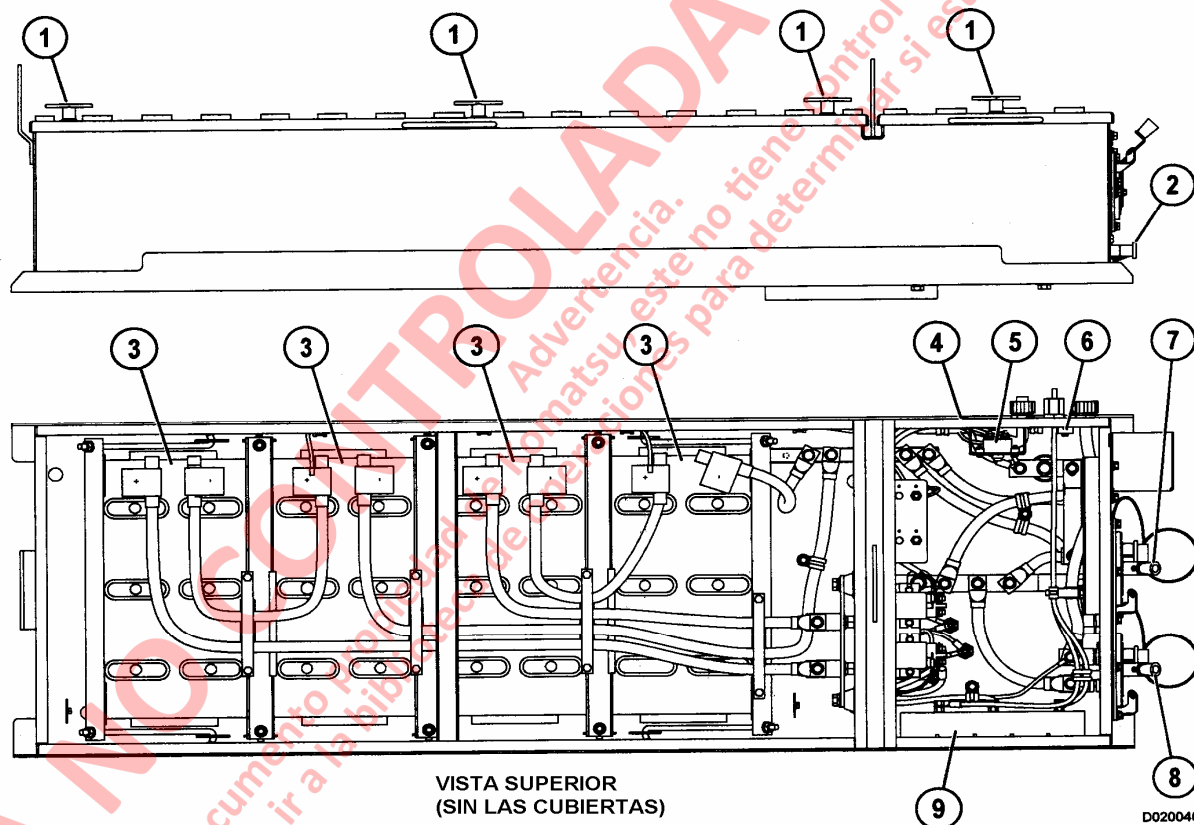

FIGURA 2-1. CAJA DE BATERIAS Y CAJA DE CONTROL DE LAS BATERIAS
Cuatro baterías tipo 8D (3, Figura 2-1) para el circuito de arranque del motor se encuentran ubicadas en la caja de baterías en el centro de la plataforma delantera. Para acceder a las baterías, abra dos cubiertas con bisagras girando los seguros de la cubierta (1) hacia la izquierda hasta que se liberen. Las argollas de elevación van en cada extremo de la caja de baterías de modo que el conjunto de la caja de baterías se pueda sacar, si fuese necesario.
El convertidor es accionado por las baterías del circuito del motor de partida. Los circuitos de salida del convertidor están protegidos por un disyuntor CB101 de 50 amperes (5, Figura 2-1) ubicados dentro de la caja de control de la batería.